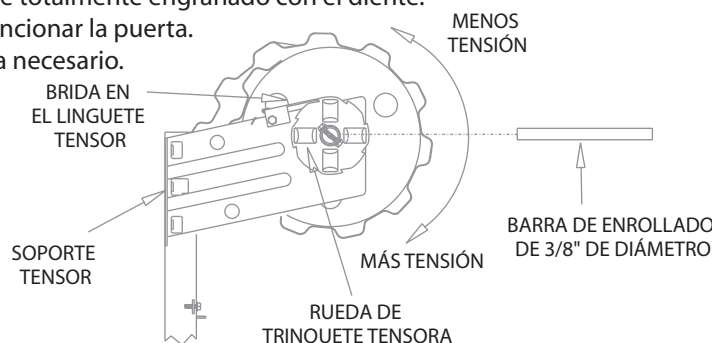

FIGURA 11
- Coloque la barra de enrollado de 3/8" de diámetro en la rueda de trinquete tensora. **Consultar figura 11.**